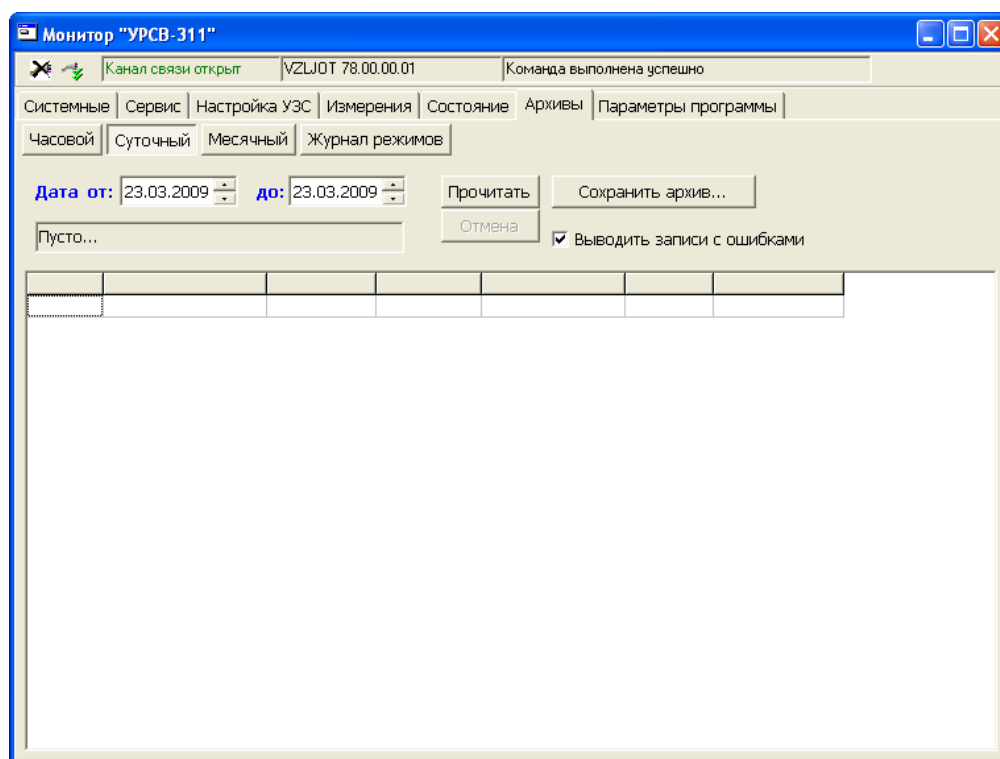

Рис.9. Окно «Архивы» программы «Монитор УРСВ-311».
- 2.5.6. Для считывания архивов необходимо перейти во вкладку «Архивы» (рис.9), выбрать вид архива (часовой, суточный или месячный), установить требуемый интервал в окнах «Дата» и «Время» и нажать кнопку «Прочитать».